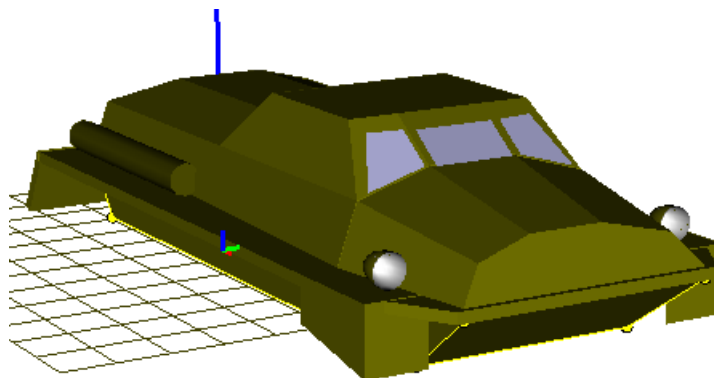

Рис. 2.25. Графический образ корпуса ГМ
1. Прочитайте графический образ корпуса ГМ, который имеется в базе данных, рис. 2.25. Для этого используйте команду меню **Правка | Прочитать из файла...** и выберите файл